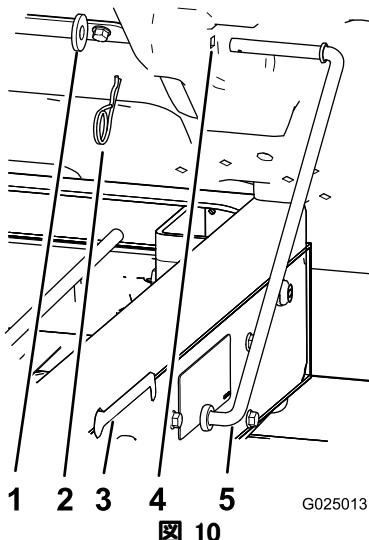

図 10
1. プロップロッド (支え棒) を荷台の裏側に固定しているヘアピンとワッシャを外す (図 10)。
2. プロップロッドを前にずらしてフレームのブラケットから外す (図 10)。